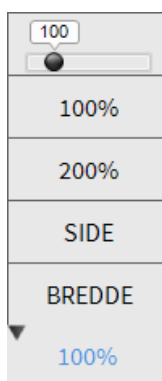

Fig. 29
- Klikk på Zoom-knappen. Følgende meny vises (Fig. 29).